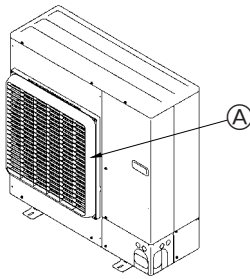

Fig. 2-4
- ② Установите дополнительный воздуховод выходного отверстия и основной воздуховод, если прибор установлен в месте, где сильный ветер от тайфуна и др. может попасть непосредственно в вентиляционную решетку. (Fig. 2-4)